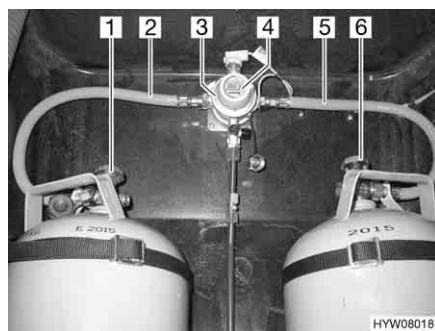
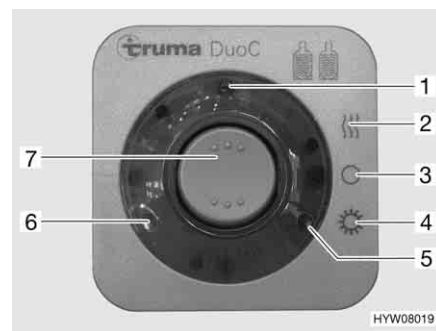

Fig. 80 Impianto di commutazione DuoControl
Fig. 81 Centralina di controllo
L'impianto di commutazione DuoControl è costituito da una valvola di commutazione (Fig. 80,3) e da una centralina di controllo (Fig. 81). La valvola di commutazione è installata tra i tubi del gas (Fig. 80,2 e 5). Con la manopola (Fig. 80,4) sulla valvola di commutazione è possibile stabilire, quale delle bombole del gas viene utilizzata come bombola in uso e quale bombola del gas viene utilizzata come bombola di riserva.
Sulla centralina di controllo (Fig. 81) possono venire azionate solo le funzioni elettriche. Le valvole principali di arresto delle bombole del gas (Fig. 80,1 e 6) devono essere aperti manualmente.
La valvola di commutazione garantisce una pressione del gas costante, indipendentemente da quale bombola provenga l'alimentazione del gas. Le due spie di controllo sulla centralina di controllo indicano il livello di riempimento della bombola in uso. Se è accesa la spia di controllo verde (Fig. 81,6), la bombola in uso è piena. Se è accesa la spia di controllo rossa (Fig. 81,5), la bombola in uso è vuota. Il rifornimento di gas avviene poi tramite la bombola di riserva.
- Aprire le valvole principali di arresto delle bombole del gas (Fig. 80,1 e 6).
- Con la manopola (Fig. 80,4) sulla valvola di commutazione (Fig. 80,3) selezionare la bombola del gas, da cui proviene la principale alimentazione del gas (bombola in uso).
- Sulla centralina di controllo (Fig. 81) attivare l'impianto di commutazione DuoControl.
Posizionare l'interruttore a bilico (Fig. 81,7) su funzionamento invernale "On e riscaldamento" (Fig. 81,2) oppure su funzionamento estivo "On" (Fig. 81,4). La valvola di commutazione è ora disareata. La spia di controllo gialla (Fig. 81,1) è accesa, se si seleziona la modalità di funzionamento invernale e l'impianto antighiaccio con regolatore è attivato.
- Portare l'interruttore a bilico (Fig. 81,7) in posizione "O" (Fig. 81,3). La spia gialla di controllo (Fig. 81,1) si spegne.
- Chiudere le valvole principali di arresto delle bombole del gas (Fig. 80,1 e 6).
Le spie di controllo sulla centralina di controllo (Fig. 81,5 e 6) segnalano all'interno del veicolo, se la bombola in uso è pronta al funzionamento.
Se la spia di controllo verde (Fig. 81,6) si spegne durante il funzionamento e la spia di controllo rossa (Fig. 81,5) si accende, significa che la bombola del gas selezionata come bombola in uso è vuota e deve essere sostituita. La bombola di riserva continua ad alimentare le utenze a gas.